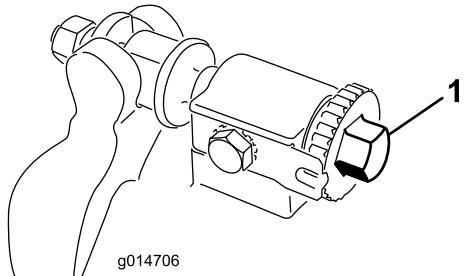

Figura 10
1. Coloque a máquina numa superfície de trabalho plana e nivelada. Não deixe que haja contacto com o cilindro, rodando os parafusos de ajuste da barra de apoio no sentido contrário ao dos ponteiros do relógio (Figura 10).